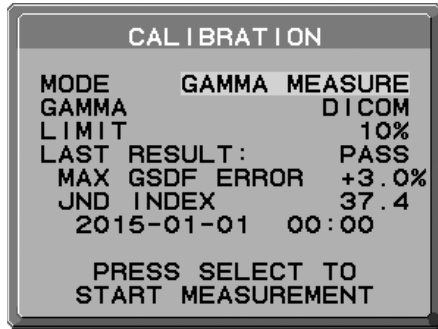

Figure D.1
2. Utilisez les touches « GAUCHE » et « DROITE » pour sélectionner la MESURE GAMMA pour le MODE de sélection (Figure D.1).